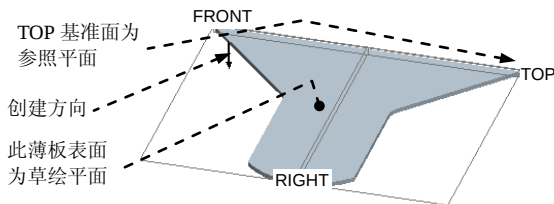

图 11.7.3 设置草绘平面
(1) 选择下拉菜单 **插入(I) → 折弯操作(B) → 折弯(B)...** 命令。
(2) 选取折弯类型。在 **▼ OPTIONS (选项)** 菜单中选择 **Roll (轧)** → **Regular (常规)** → **Done (完成)** 命令。
(3) 完成上步操作后, 系统弹出“折弯选项”信息对话框。在 **▼ USE TABLE (使用表)** 菜单中选择 **Part Bend Tbl (零件折弯表)** → **Done/Return (完成/返回)** 命令。
(4) 在 **▼ RADIUS SIDE (半径所在的侧)** 菜单中选择 **Outside Rad (外侧半径)** → **Done/Return (完成/返回)** 命令。
(5) 定义草绘平面。
① 选取图 11.7.3 所示的薄板表面为草绘平面; 在 **▼ DIRECTION (方向)** 菜单中选择 **Okay (确定)** 命令, 采用图 11.7.3 所示的特征创建方向。
② 参照平面的方向为 **Bottom (底部)**, 然后选取图 11.7.3 所示的 TOP 基准面为参照平面。